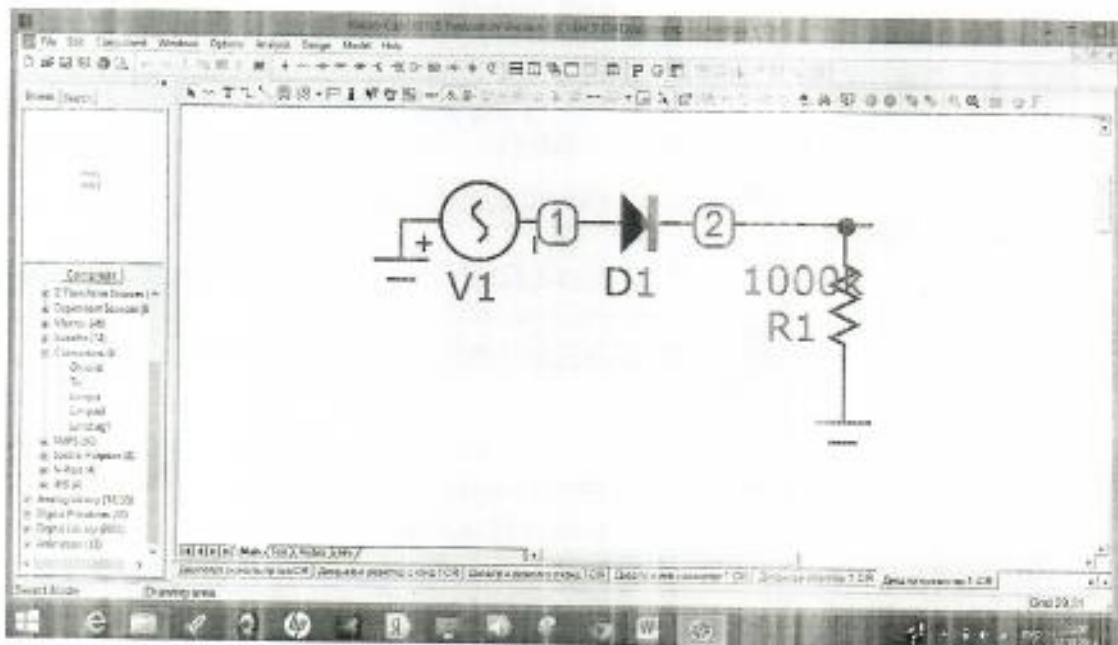

Рис.7.1 Схема выделения положительной полуволны синусоидального напряжения
3. Поместить в рабочее поле экрана из папки DATA схему выделения положительной полуволны **ДИОД ПР И РЕЗИСТОР 1** (рис. 7.1). Вывести на печать.